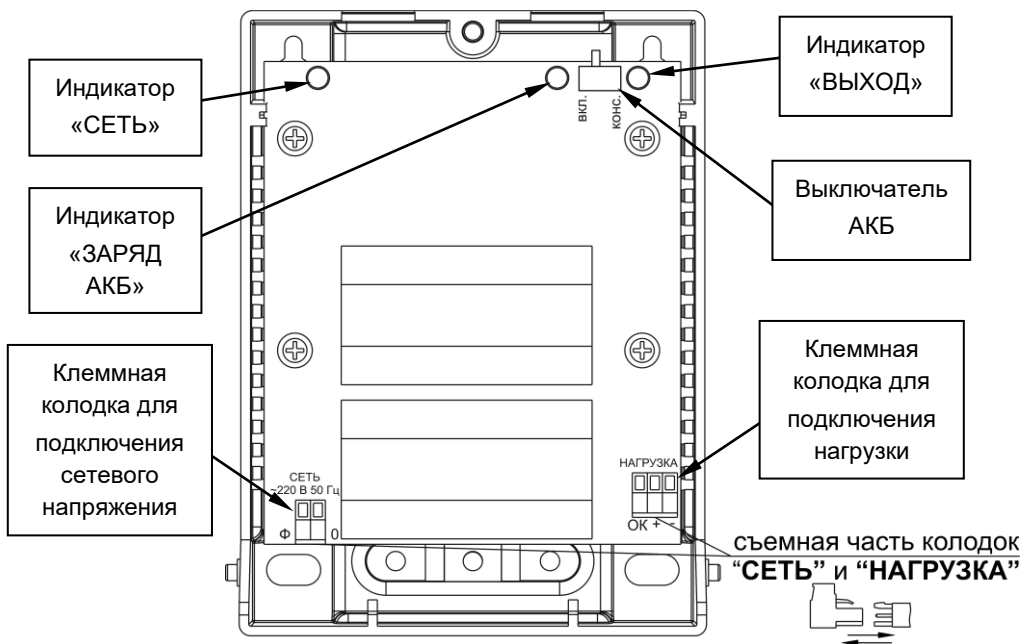

Рисунок 1 – Вид изделия со снятой крышкой
- возможность отключения встроенных АКБ с помощью выключателя АКБ (см. рисунок 1), указанный выключатель предназначен для отключения встроенных АКБ при транспортировке, хранении, или в случае длительного перерыва в эксплуатации изделия;
Изделие оснащено выключателем для включения/выключения встроенных АКБ, имеет две клеммных колодки для подключения входных и выходных проводных соединений и светодиодной индикацией (см. рисунок 1):